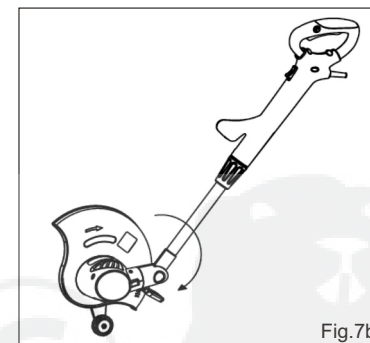

Fig. 7b
(2) Draai de buis 87° totdat deze zich in de positie voor "knippen" bevindt. (Fig. 7b)